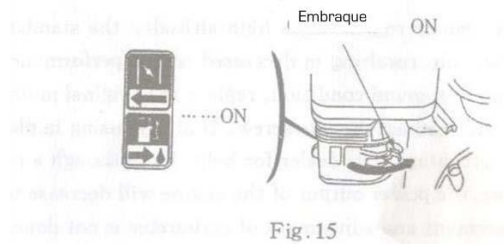

Fig. 15
1. Arrancar y calentar el motor, abrir gradualmente la válvula del aire. [fig. 15]